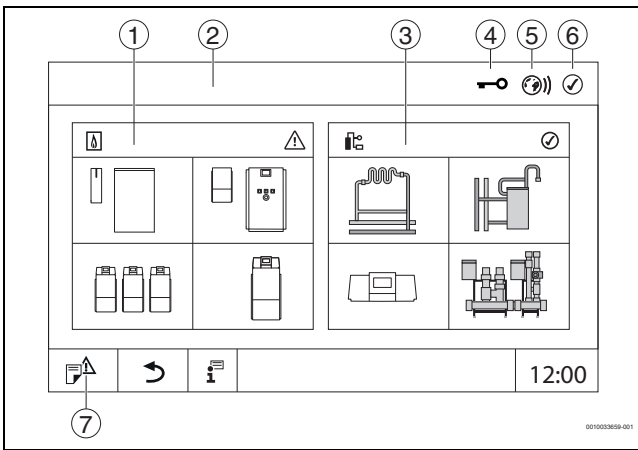

Рис. 11 Обзор системы (пример)
- Коснитесь **установка** (→ рис. 11, [3], стр. 15).